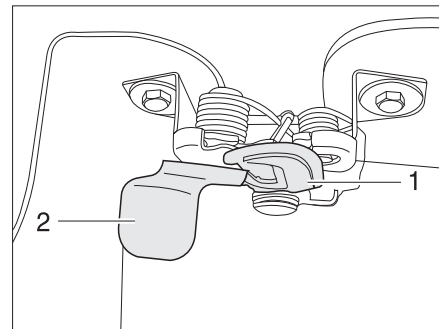

Fig. 30 Leva di sbloccaggio cofano motore esterna
- Infilare una mano sotto il cofano motore e azionare il gancio di fermo (Fig. 30,1). A tal fine afferrare la linguetta (Fig. 30,2) da dietro e tirarla in avanti.